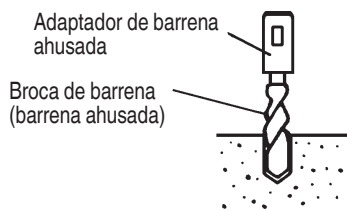

Fig. 14
(1) Instale la broca con la barrena ahusada en el adaptador de barrena ahusada. (Fig. 14)